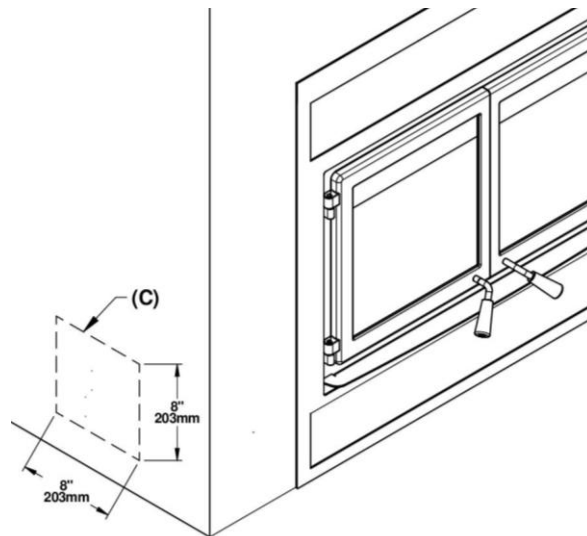

Figure 2 : Emplacement de la grille du bas
1. Faire un trou dans le revêtement selon les dimensions montrées sur la Figure 2.